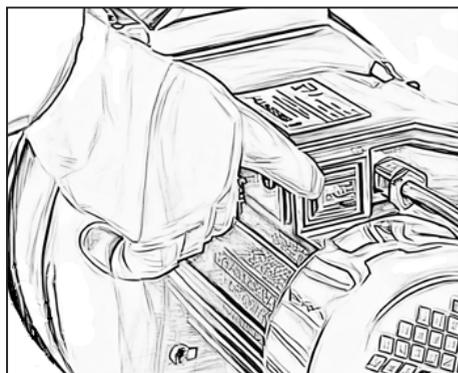

Fig. 6
- Posizionare l'interruttore di accensione/spengimento su "ON". (Fig. 6)